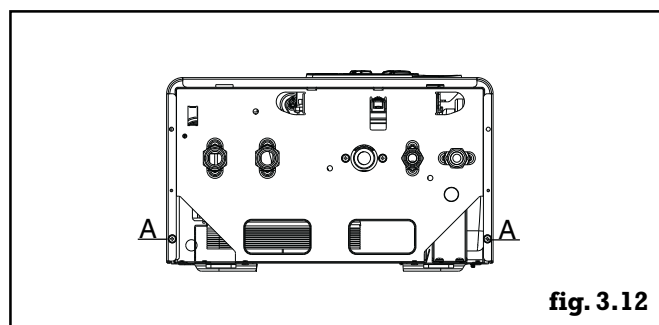

fig. 3.12
- retirer les 2 vis (A) de fixation de l'habillage (fig. 3.12)